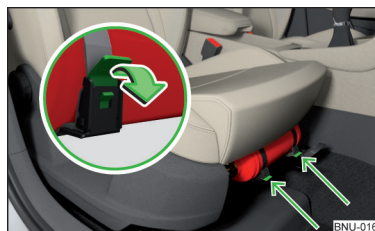

Fig. 312
- Para **retirar** el extintor de incendios, soltar los seguros en ambos cinturones en el sentido de la flecha » fig. 312 y retirar el extintor de incendios.